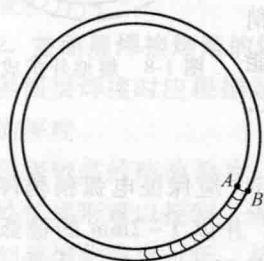
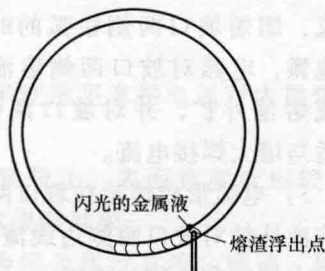

图 1-6 沟状含渣线
图 1-7 闪光金属液线的观察
1) 如果熔渣在熔池之中漂浮缓慢，药皮熔渣浮在电弧的周围，使熔池形成后，熔渣与电弧间不能出现一条清晰的金属液裸露线（见图 1-6），使操作者对熔池的变化难以观察，此种状态说明焊接电流过小，熔池温度过低。
3) 控制熔渣在熔池中的浮出，可在熔池形成后电弧稍加停留，利用电弧的推力，使熔渣漂浮于熔池上部，熔渣可见面积要少于熔池总面积的  $1/2$ 。电弧从一侧（如  $A$  侧）带弧向  $B$  侧之后稍加停留时，熔渣能从  $A$  侧迅速大量溢出。熔渣在  $A$  侧熔池表面的留有量要能覆盖  $A$  侧平面。 $B$  侧稳弧形成熔池的范围，应以  $B$  侧电弧周围能有一条闪光金属液线的观察线为宜（见图 1-6 和图 1-7）。平焊爬坡段浮渣，如熔渣浮动过慢，应尽量采用连弧焊接，在熔池温度过高时，宜加大焊槽根部  $C$  点与  $A$ 、 $B$  两点的距离，并使电弧回带时，对坡口一侧熔渣稍做推动，促使熔渣逐渐浮出熔池。观察两遍封底焊接熔渣反出状态时，应在电弧吹动中，熔池两侧外扩面没有金属液与药皮熔渣相混的现象，使熔池对焊槽根部坡口两侧的熔化都稍见咬合的痕迹。一根焊条燃尽时，收弧熔池应高于坡口外侧的  $A$ 、 $B$  两点。